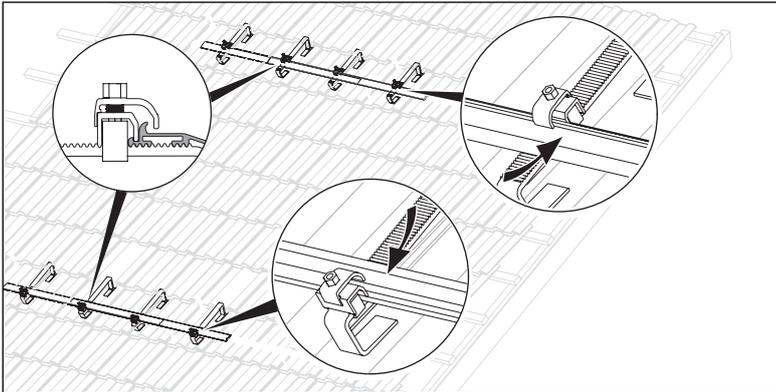

Abb. 6.8 Montageschienen montieren
- Verbinden Sie die Montageschienen und befestigen Sie diese mit den Klemmelementen an den Dachankern (vgl. **Abb. 6.8**).